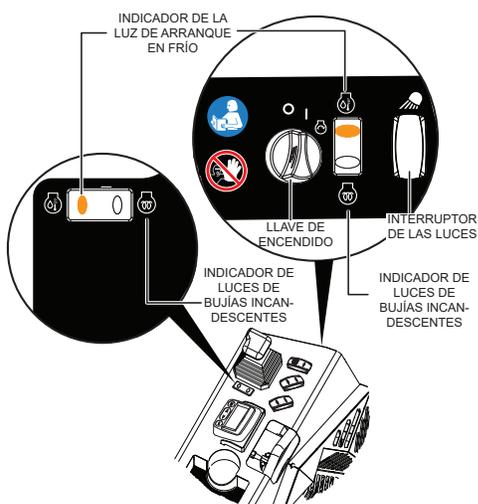

Figura 19. Ubicación de la luz de arranque en frío
- El indicador de la luz de arranque en frío seguirá encendido (**ÁMBAR**) hasta que el aceite hidráulico alcance los 100 °F según se muestra en la Figura 19 en el sistema hidráulico o a un tiempo predeterminado de 30 minutos.